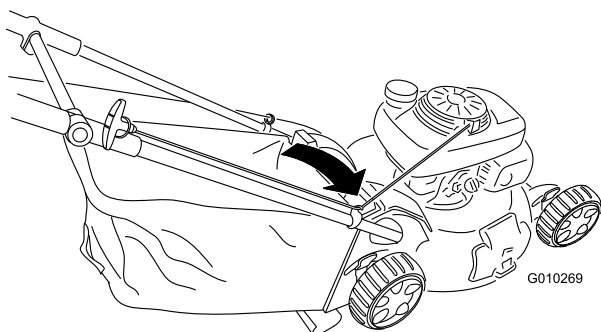

Рисунок 29
1. Проложите трос стартера вокруг нижней направляющей троса (Рисунок 29).